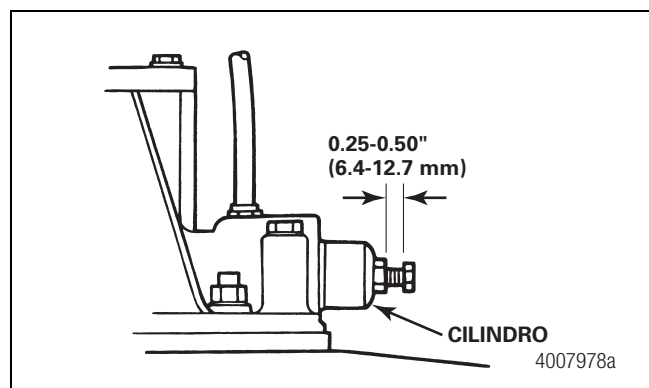

Figura 11.3
- D. Gire el tornillo prisionero hacia la derecha hasta que la cabeza esté aproximadamente de 0.25 a 0.50 de pulgada (6.4 a 12.7 mm) del cilindro. El tornillo prisionero está ahora en su posición de servicio y el collar de desplazamiento del DCDL está completamente acoplado (engranado). Figura 11.3. Cuando gire el tornillo prisionero notará poca resistencia. Esto es normal. Si nota una gran resistencia antes de alcanzar la distancia de 0.25 a 0.50 de pulgada entre la cabeza del tornillo prisionero y el cilindro, DEJE DE GIRAR EL TORNILLO PRISIONERO y continúe con los Pasos E y F.